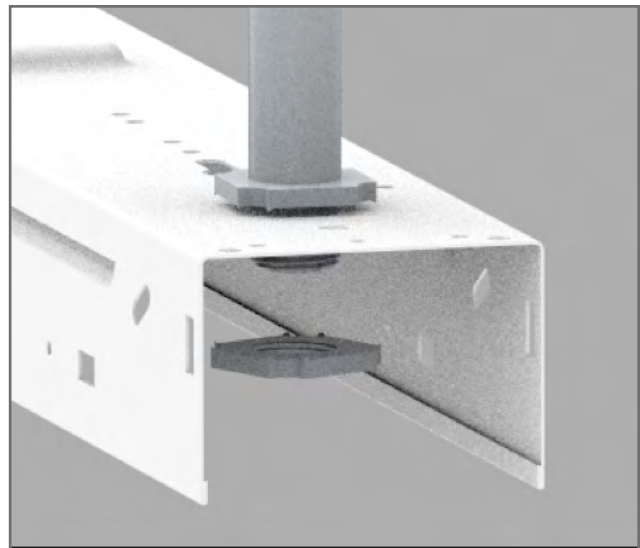

FIGURE 10
4. Insérez l'extrémité de la tige dans la découpe et fixez-la avec un écrou de chaque côté du boîtier, comme illustré à la Figure 10.